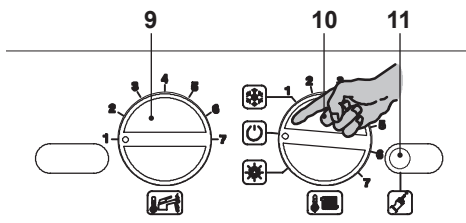

Figura 5.47
- Per uscire dalla programmazione posizionare il selettore di funzione / manopola regolazione temperatura riscaldamento 10 come indicato in Figura 5.47.